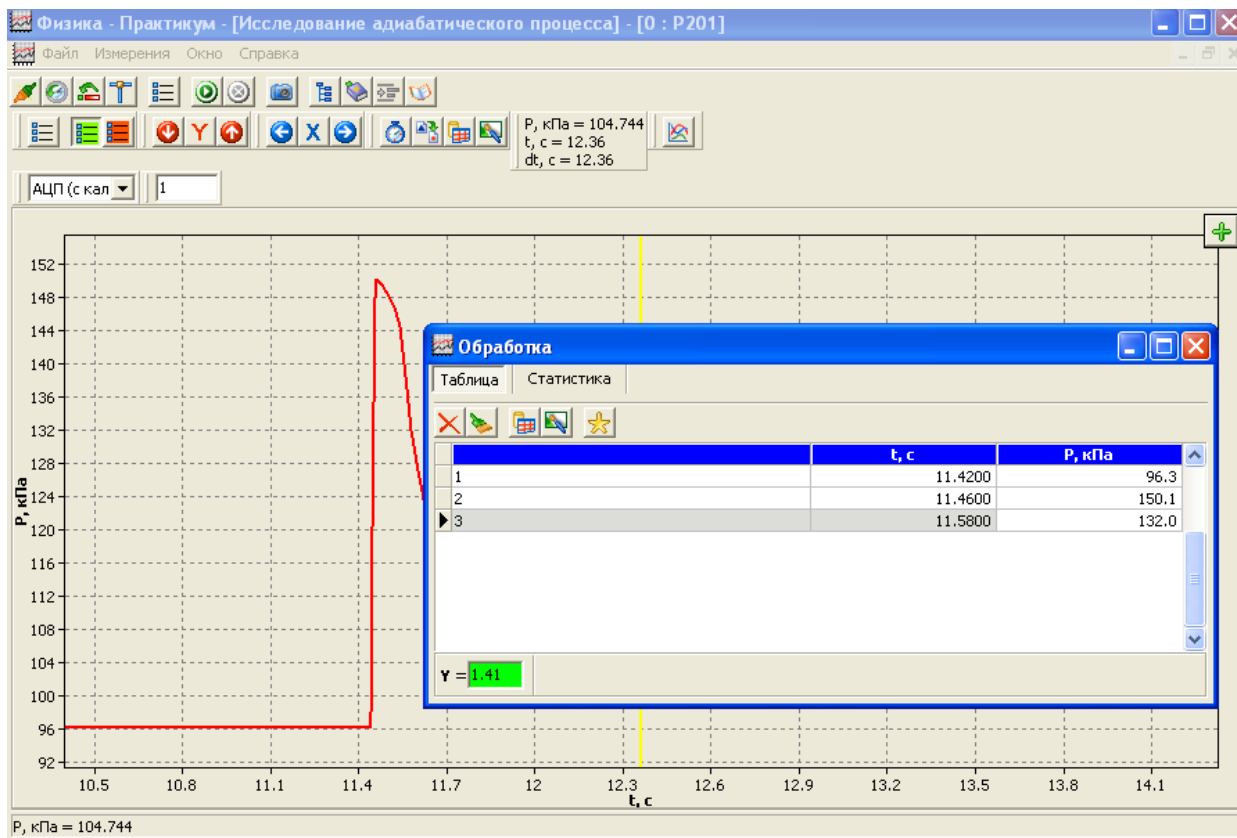

Рис.6
1. Перенесите нужные значения давления и моментов времени, в которые они зафиксированы на вкладку **Таблица** окна **Обработка данных** (рис. 6). Для этого желтый вертикальный маркер устанавливается в нужном месте кривой (указатель мыши подводится к нужной точке графика и нажимается левая кнопка мыши). Данные, соответствующие пересечению маркера с зарегистрированной кривой, переносятся в таблицу нажатием на кнопку «**Ввод данных в таблицу**» () , располагающейся в правом верхнем углу графика.
- После заполнения всех трех строк на вкладке Таблица требуется вычислить значение  $\gamma$  на калькуляторе по формуле (3), округлить его до сотых и ввести в окно  $\gamma = \square$  в нижней части вкладки Таблица (рис. 6).